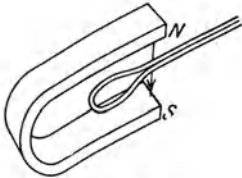

Fig. 194.
k) Biege das Mittelstück des Drahts zu einer Schleife. (Fig. 194). Halte die Schleifenebene senkrecht zur Richtung der Kraftlinien des Hufeisenmagnets und bewege sie rasch in ihrer eignen Ebene so weit, daß die Schleife die größte Zahl der Kraftlinien einschließt. In welcher Richtung fließt der induzierte Strom? Bewege rasch die Schleife in ihrer Ebene aus dem Kraftfeld heraus und stelle wieder die Stromrichtung fest. Besteht ein Zusammenhang zwischen der Vermehrung oder der Verminderung der Kraftlinien innerhalb des Schleifenumfangs und zwischen den Richtungen der Ströme in der Drahtschleife? Sieht das Auge der Richtung der Kraftlinien entgegen, so